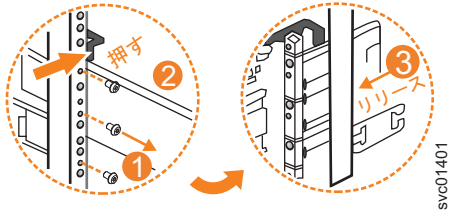

図 133. 背面フレーム・ブラケットからのレール・アセンブリの取り外し
3. 図 133 に示すように、内部レール・セクションを背面ブラケット・アセンブリに固定している 2 本のねじを取り外します。
4. 図 133 に示すように、レールを手前に引いて背面ブラケットから外します。